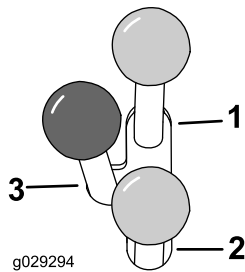

Figura 12
- Para accionar un accesorio hidráulico hacia adelante, mueva hacia adelante la palanca hidráulica auxiliar (Figura 12).
- Para accionar un accesorio hidráulico en sentido inverso, mueva hacia atrás la palanca hidráulica auxiliar (Figura 12).
Nota: Si usted suelta la palanca cuando ésta está en posición HACIA ADELANTE O HACIA ATRÁS, la palanca volverá automáticamente a la posición de PUNTO MUERTO (Figura 12).